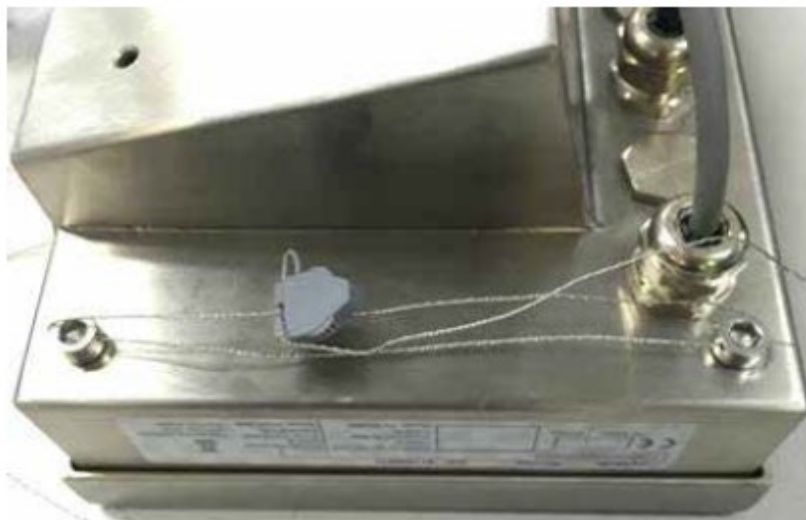

Figura 2-17: Método de Vedação
Os detalhes da vedação de cabos do IND256x são mostrados na Figura 2-17. O procedimento é o seguinte:
2. Passe o fio de vedação através de dois parafusos de vedação adjacentes e, em seguida, fixe o retentor de vedação como mostrado na Figura 2-17.